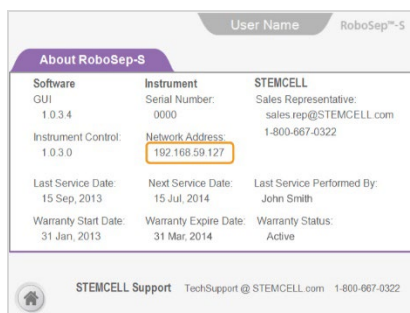

Ilustración 12. Pantalla «Help» (ayuda)
3. Fíjese en la dirección de red (dirección IP) que aparece en la pantalla de ayuda «Help» (Ilustración 12).